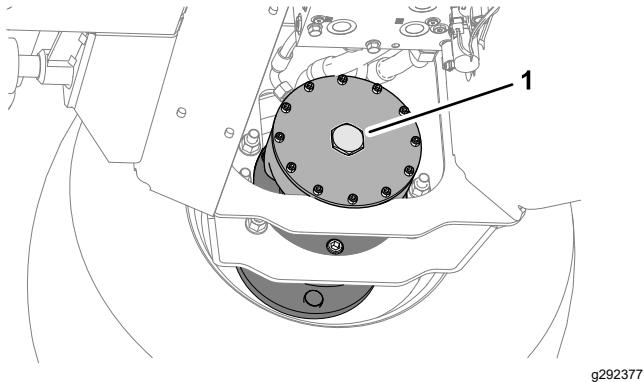

Figura 41
2. Montate il tappo esagonale sulla piastra terminale del motore (Figura 41).
6. Riponete i 2 bulloni 12 x 40 mm e le 2 rondelle da 12 mm che si trovano nelle guide di sostegno della pedana (Figura 41).